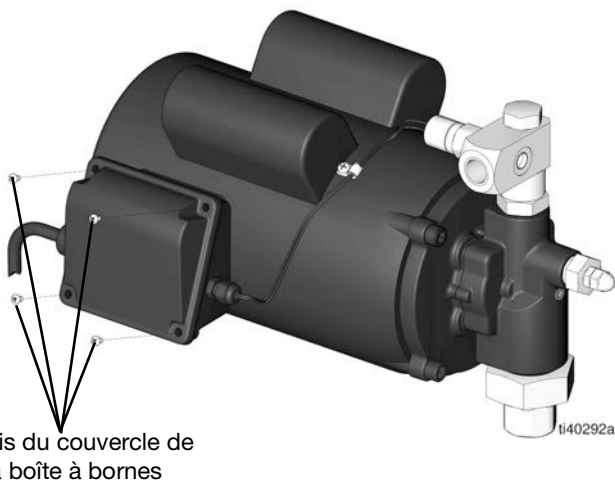

FIG. 22
5. Retirez les quatre vis du couvercle de la boîte à bornes (FIG. 22).
14. Insérez les quatre vis du couvercle de la boîte à bornes et serrez-les (voir Fig. 22).